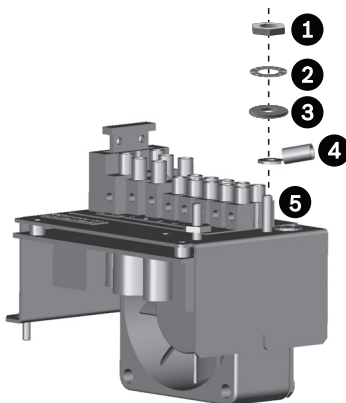

Figura 5.7 Ligação à terra de segurança
Existe uma patilha terminal para estabelecer a ligação entre a terra de segurança externa e o terminal de terra do conjunto do suporte da PCI. Ver *Figura 5.7*.
- Volte a estabelecer as ligações à terra pela ordem apresentada na *Figura 5.7*.